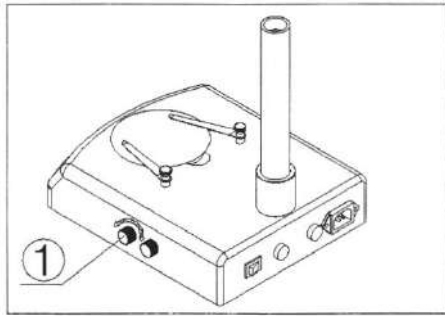

Рисунок 8
1. Вращайте ручку регулятора (1) по часовой стрелке, чтобы увеличить яркость освещения; вращайте против часовой стрелки, чтобы снизить яркость освещения (см. рисунок 8).